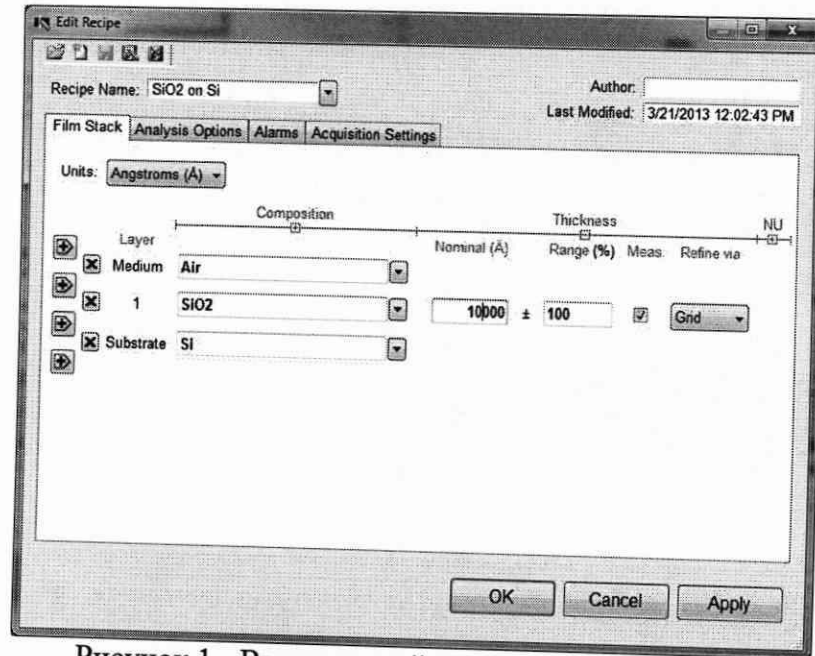

Рисунок 1 - Выпадающий список «Recipe Name»
9.2 Выберите структуру покрытия, которую необходимо измерить – в данном случае «SiO2 on Si» – из выпадающего списка «Recipe Name» на главном экране (см. рисунок 1).
10.1.2 Из выпадающего списка «Recipe Name» на главном экране (см. рисунок 1). Выберите структуру покрытия «SiO2 on Si».